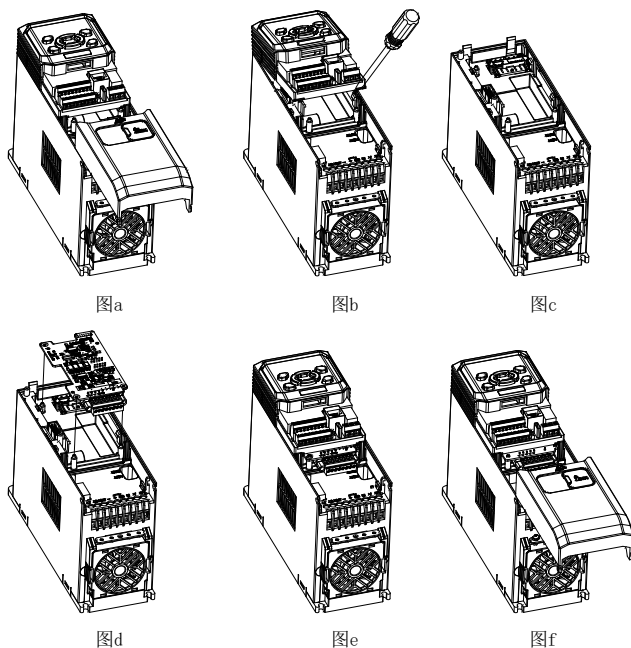

图2-3 位置1 PG卡安装步骤图
- （1）变频器非上电状态下，按下盖板中上部颗粒状处，用力向下滑动，取下变频器下盖板，如图2-3 a所示。
- （2）用小一字螺丝刀向外撬开变频器控制盒下部与变频器连接的两个卡勾，向上取下控制盒，如图2-3 b与图2-3 c所示。
(3) 安装PG卡：先将PG卡的端子台朝下，接着将PG卡上的三个圆孔对准定位柱后下压，让四个卡勾卡住PG卡，如图2-3 d所示。
(4) 完成组装，先把控制盒按图示方向扣入卡勾，再往下按压控制盒，使得其下端卡入卡勾，最后安装下盖板，用力滑入并卡住，如图2-3 e与f所示。